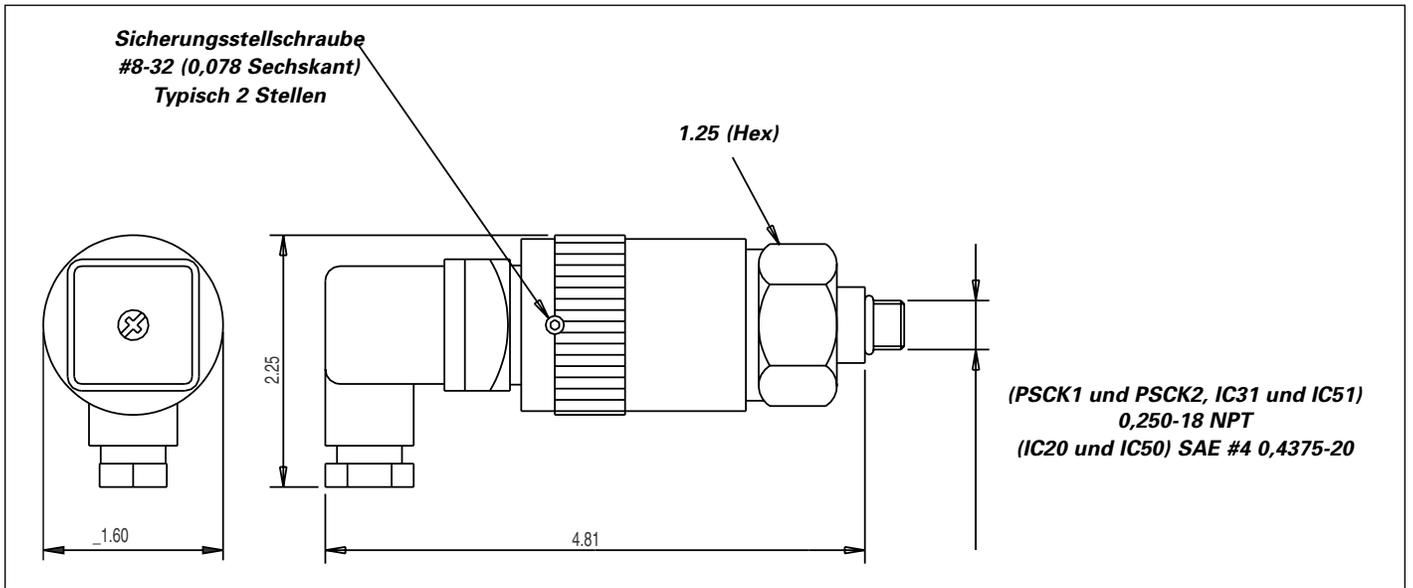

Abbildung 1
1. Zum Einstellen des Drucks zunächst die Stellschrauben auf der Einstellmuffe lockern. (Siehe Abb. 1) Das sechseckige Gehäuse mit einem Gabelschlüssel festhalten. Die Einstellmuffe zur Erhöhung des Sollwerts von Hand nach rechts, zu seiner Reduzierung nach links drehen.